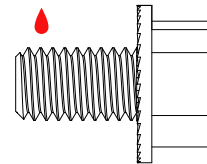

Figure 2
2. Déposer l'adhésif Loctite® (9) sur les nouvelles vis hexagonales (1) fournies, comme illustré à la Fig. 2, puis les resserrer jusqu'à ce qu'elles atteignent le fond de la cassette en appliquant un couple de 47,5 Nm (35 pi-lb).